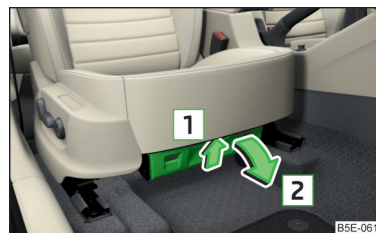

Fig. 105
- Para **abrir**, tirar el tirador en el sentido de la flecha **1** y abrir el compartimento en el sentido de la flecha **2** » fig. 105.